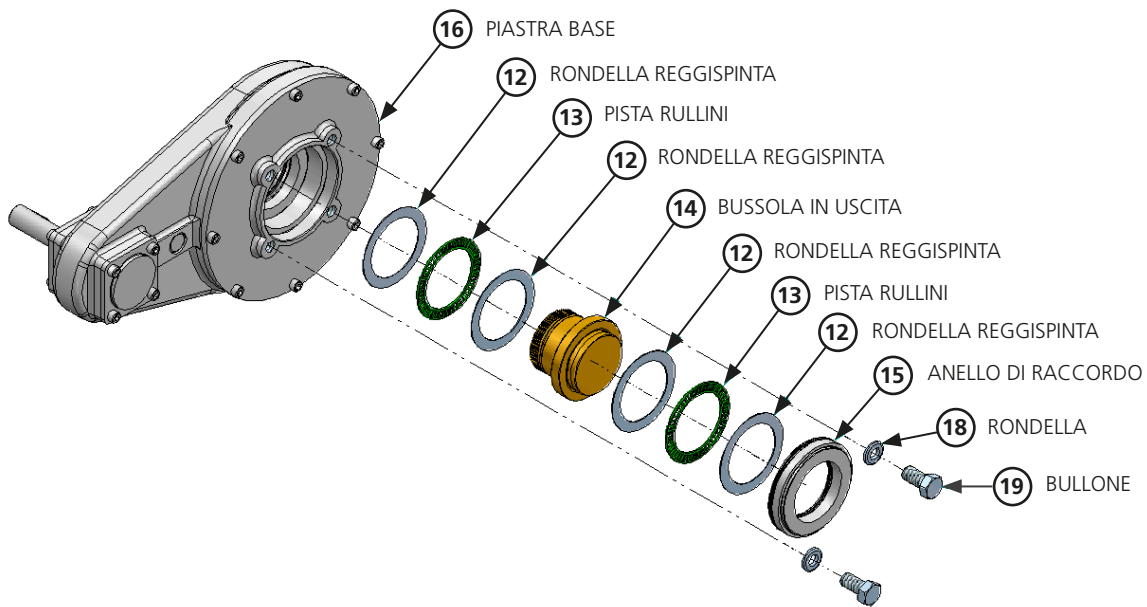
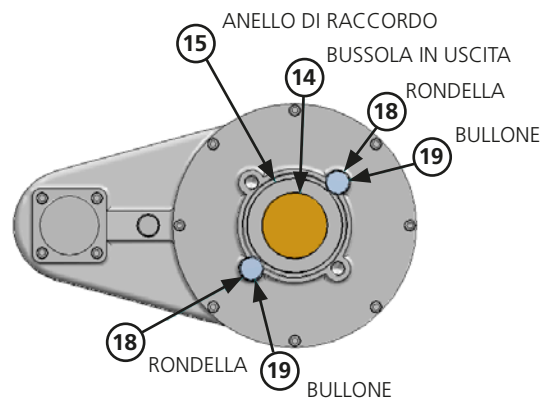

Figura 7 – Gruppo bussola in uscita per i riduttori a coppia conica e a denti dritti
Figura 10 – Esempio di raccordo di fissaggio
Fare riferimento alla Figura 7. La composizione della bussola in uscita è identica per tutti i riduttori, anche se i riduttori di grandi dimensioni hanno cuscinetti reggispinta a rulli cilindrici anziché cuscinetti a rullini.
⚠ IMPORTANTE: I cuscinetti reggispinta all'interno dell'uscita DEVONO essere installati correttamente, insieme alla bussola in uscita e all'anello di raccordo. Fare riferimento alla Figura 7. I cuscinetti reggispinta (13) DEVONO avere una rondella reggispinta (12) su ciascun lato del cuscinetto. Un assieme cuscinetto/rondella DEVE essere installato su ciascun lato dello spallamento reggispinta della bussola in uscita.
⚠ Si consiglia di installare un gruppo bullone (19) e rondella (18) nella base del riduttore, come illustrato nella Figura 7 e nella Figura 10. Si noti che le rondelle devono sovrapporsi all'anello di raccordo (15). Questo eviterà che l'assieme della bussola in uscita si stacchi dal corpo principale. I bulloni e le rondelle non sono forniti da Rotork.